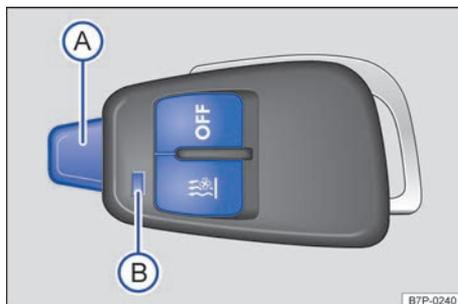

Fig. 216 Calefacción independiente: mando a distancia por radiofrecuencia.
- **Conectar:** pulse la tecla → fig. 216. La calefacción independiente está conectada cuando el testigo de control se enciende algunos segundos en verde y parpadea a continuación durante 30 segundos.